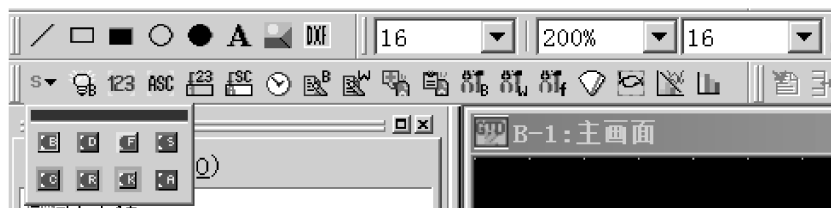

图 6-46 画图工具
(4) 触摸屏常用的画图工具有位元件、指示灯显示、数值显示、ASCII 显示、数值输入、ASCII 输入、时刻显示、注释显示位/字、报警记录显示、部件显示、面板显示、趋势显示、折线显示、条线显示等,如图6-46所示。